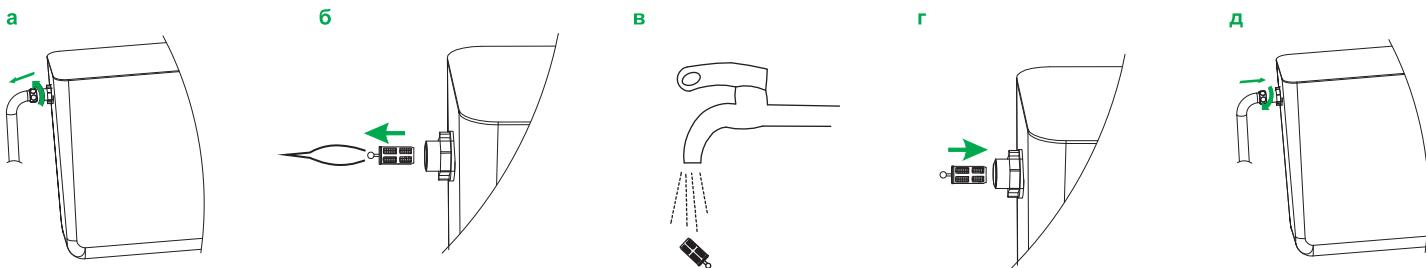

Рис. 16 / 16-сур.
2. Открутить шланг подводки воды (рис. 16а) и руками (или с помощью пинцета) извлечь фильтр-вставку из корпуса впускного клапана (рис. 16б).
3. Промыть фильтр (рис. 16в).
4. Собрать все в обратной последовательности (рис. 16г, д).